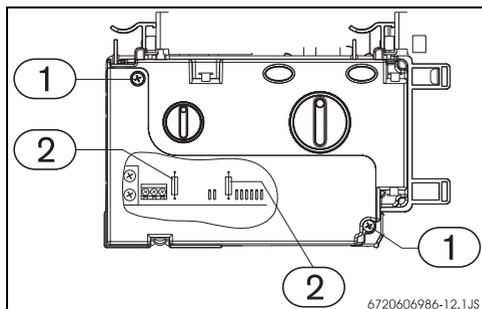

Рис. 23 Блок управления
- ▶ Вынуть плавкие предохранители из корпуса (рис. 23, поз. 1) и снять колпак.
- ▶ Заменить плавкие предохранители (рис. 23, поз. 2).